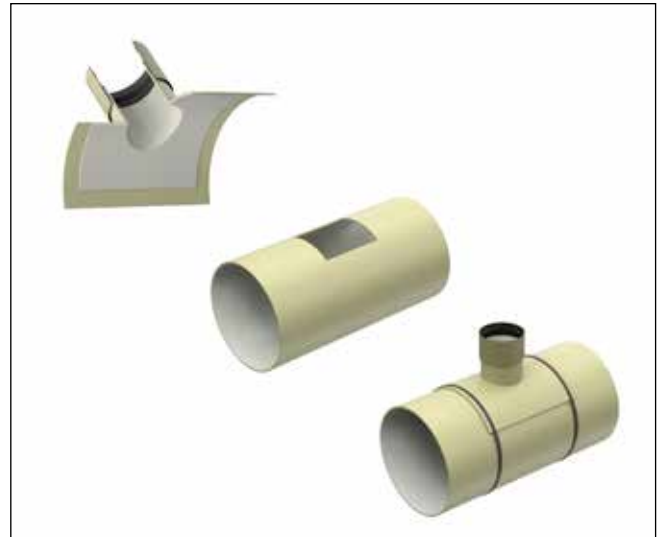

Abb. 70: Montage geklebter Sättel
13.8.3. MONTAGE GEKLEBTER SÄTTELSTÜCKE (ABB. 70)
- Legen Sie den Sattel auf und sichern Sie ihn (z. B. mit einem Gurt), bis der Kleber vollständig erhärtet ist. Neben dem gelieferten Einkomponentenkleber sind alternative im Fachhandel verfügbare Zwei-Komponentensysteme auf Polyester (UP), Epoxy (EP) oder Polyurethan (PU) Basis geeignet.